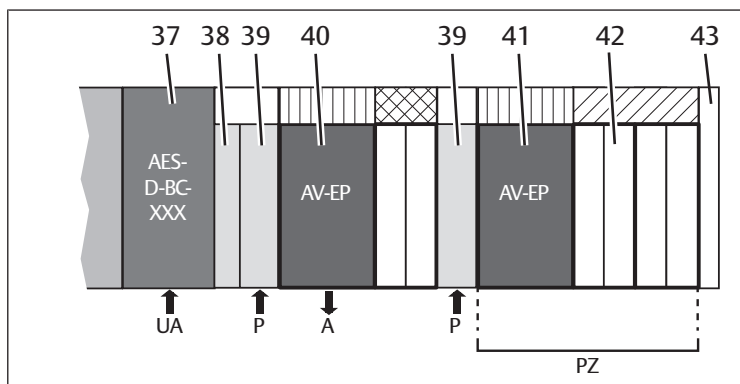

Bild 12: Konfigurationsexempel
I bild 12 visas ett konfigurationsexempel på ett AV-ventilsystem med AES-fältbusnod.
1. Se till att ytterligare en tillufts- resp. frånluftsanslutning finns genom en pneumatisk matningsplatta (39).
- ▶ Placera AV-EP-tryckregulatorn direkt intill den riktningventil (42) som ska försörjas. AV-EP-tryckregulatorn befinner sig då på den sida som är vänd mot AES-fältbusnoden (37) (se bild 12, tryckzon PZ).
För att uppnå AV-EP-tryckregulatorns maximala flöde rekommenderar vi placering av en pneumatisk matningsplatta (39) framför tryckregulatorn (se konfigurationsexempel i bild 12).
- Placera stand-alone-tryckregulatorn (40) mellan AES-fältbusnoden (37) och tryckzonsregulatorn (41), se konfigurationsexemplet i bild 12.